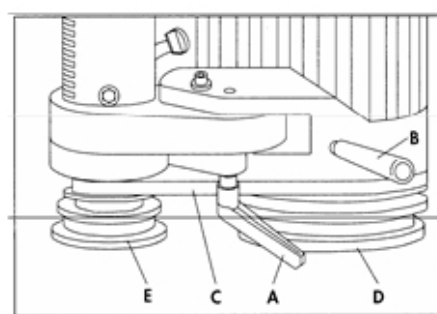

Рис. 3.8
Ослабьте стопорный рычаг (А) Рис. 3.8, затем переместите рукоятку натяжения (В) влево, чтобы ослабить натяжение ремня. Затем переместите ремень (С) на необходимые ручья шкивов двигателя (D) и шпинделя (Е). После того, как ремень расположен на необходимых ручьях шкивов двигателя и шпинделя, переместите рукоятку натяжения (В) вправо, зафиксировав натяжение ремня, затяните стопорный рычаг (А).